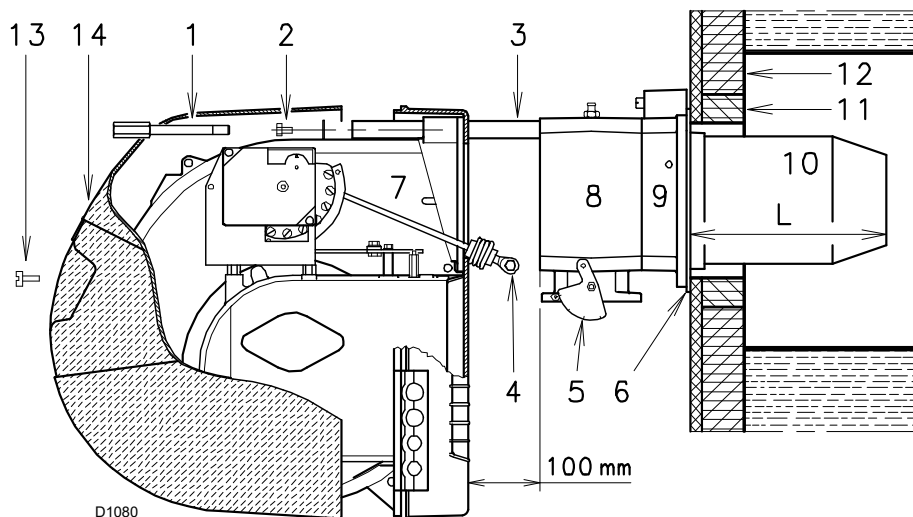
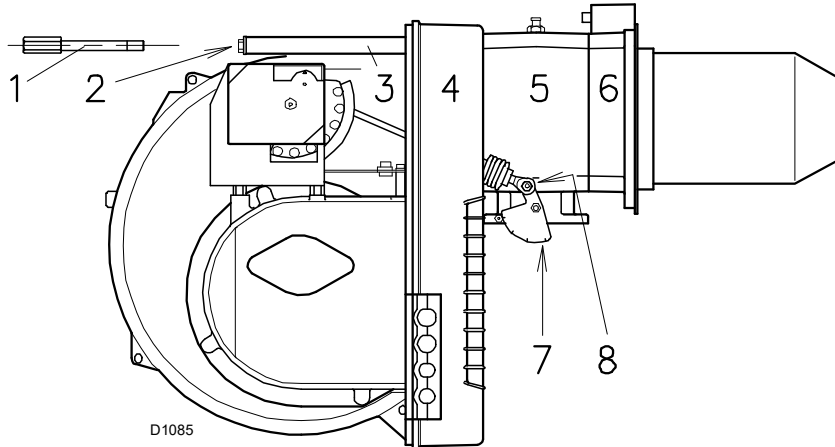

Fig. 12
Fig. 15
Para calderas con paso de humos delantero 13)(Fig. 12), realizar una protección de material refractario 11), entre el material refractario de la caldera 12) y el tubo llama 10).
Separar el cabezal de combustión del resto del quemador como se indica en la Fig. 12; realizar lo siguiente:
- montar nuevamente el quemador 4)(Fig. 15) en las guías 3) a aproximadamente 100 mm del manguito 5) - quemador en la posición ilustrada en la Fig. 12 en la pág. 16;
- introducir el cable de la sonda y el cable del electrodo y deslizar el quemador hasta el manguito, quemador en la posición indicada en la Fig. 15.